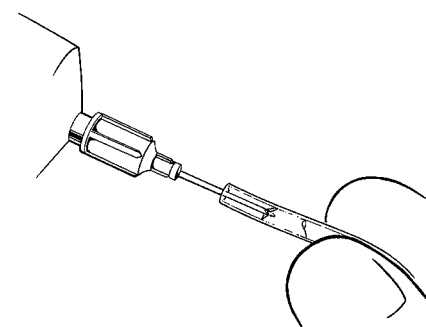

Figura 4-21. Irrigazione dei tubi
3. Usare un ago smusso calibro 22 per irrigare le estremità del tubo (**Figura 4-21**) con soluzione fisiologica normale per rimuovere particolato e aria prima di procedere al collegamento.